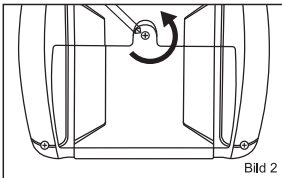
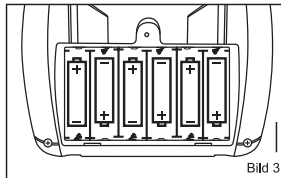

Bild 2
Bild 3
1. Batterien einlegen: Öffnen Sie die Batterieabdeckung (Bild 2) und legen Sie 6x 1,5V AA Batterien (nicht im Lieferumfang) in das vorgesehene Fach. Achten Sie dabei auf die Polarität (Bild 3). Schließen Sie die Abdeckung (Bild 4).